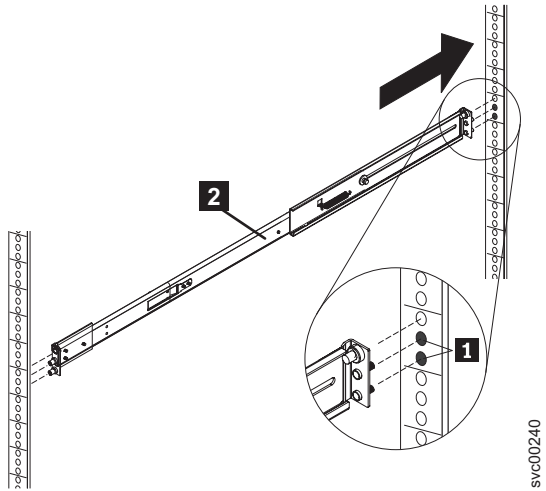

図 56. 右方スライド・レールの背面ラック・マウント・フランジへの挿入
3. 84 ページの図 56 に示すように、レール・ピン **1** が背面ラック・マウント・フランジを通して突き出るように、右側スライド・レール **2** を伸ばしてフランジに挿入します。